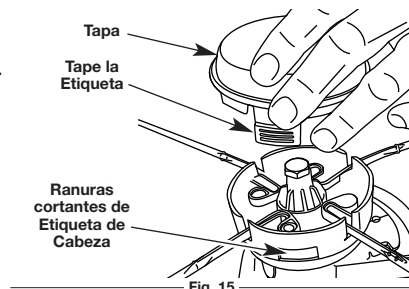

Fig. 15
8. Reemplace la tapa del cabezal de corte, asegurándose de alinear las lengüetas de tapa con las ranuras de la lengüeta del cabezal de corte. (Fig. 15)